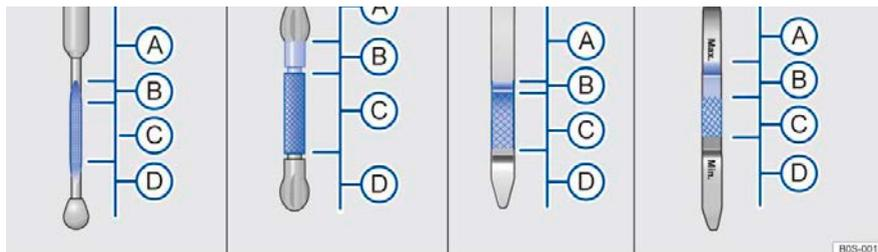
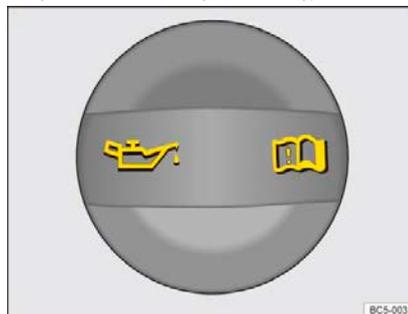

Рисунок 129 Масляный щуп с метками уровня масла (пример)
Рисунок 130 В моторном отсеке: Крышка маслозаливной горловины двигателя (схема)
При длительных поездках по шоссе в летний период, при движении с прицепом или в горной местности уровень масла должен быть на верхней границе зоны **©** → **рис. 129** при работе двигателя в тяжелых условиях.
4. Найдите заливную горловину двигателя и масляный щуп. Маслозаливную горловину двигателя можно узнать по символу на крышке → **рис. 130**, а маслоизмерительный щуп - по цветной ручке. Если вы не уверены в местонахождении крышки и маслоизмерительного щупа, обратитесь к авторизованному дилеру Компании.
7. Снова вытащите масляный щуп и проверьте уровень масла на щупе, отмеченном следующим образом → **рис. 129**:
- A** Не запускайте двигатель → **①**. Пожалуйста, свяжитесь с авторизованным дилером Компании.
- B** Не добавляйте моторное масло → **①**. Перейти к шагу 16.
- 9. Отвинтите крышку заливной горловины моторного масла → рис. 130.
- 13. Уровень масла в двигателе после заправки находится как минимум на середине → рис. 129 Ⓢ. Уровень масла не должен превышать зону Ⓢ быть до зоны Ⓢ, но он никогда не должен находиться в зоне Ⓢ → Ⓢ.
- 14. Не запускайте двигатель, если по ошибке было добавлено слишком много моторного масла, так что уровень масла находится в зоне → рис. 129 Ⓢ. Свяжитесь с авторизованным дилером Компании.
- Если уровень масла в двигателе находится в зоне → рис. 129 Ⓢ не запускайте двигатель! Свяжитесь с авторизованным дилером Компании. В противном случае каталитический нейтрализатор и двигатель могут быть повреждены.
Уровень моторного масла не должен находиться в зоне → рис. 129 Ⓢ. В противном случае масло попадет в устройство вентиляции картера и попадет в атмосферу через выпускное устройство.